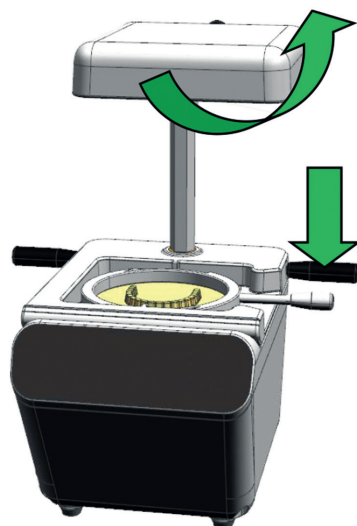

图5
5. 设定的加热时间倒计时5秒时，设备会发出连续“哗哗”的声音，提示需要准备开始操作抽真空了，这时下移活动座组到壳体平台上 (图5)，设备自动开始抽真空，屏幕上显示“抽真空”字样。再次将上盖旋转后方。